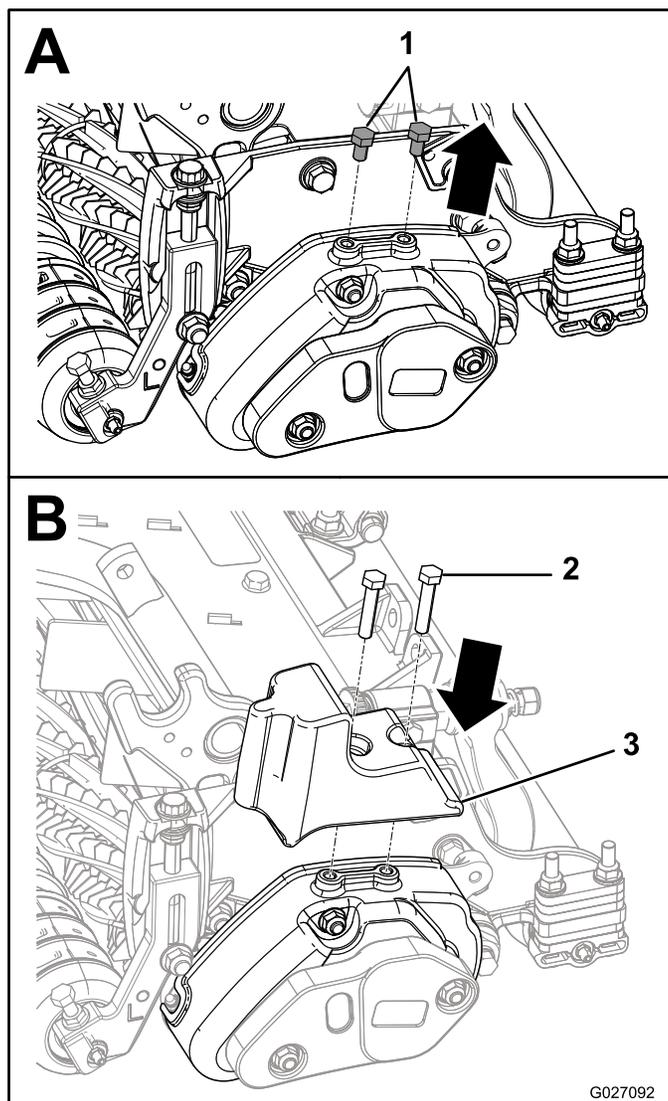

图2
1. 从滚刀组疏草刀外罩顶部拆下 2 个短螺丝（图2）。
2. 把配重块安装到疏草刀外罩上，并用 2 个长螺丝固定配重块（图2）。